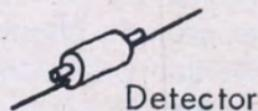

Figura 10. La radio
- Un condensador variable de 0,003 microfa-radios (es el aparato que sirve para sintonizar las emisoras y consta de unas laminitas unidas a un eje que al girar las hace deslizarse entre otras). Figura 10.